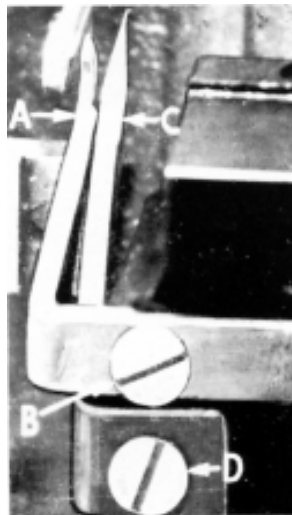

FIG. 6
Set the rear needle guard with its edge (L, Fig. 6) horizontal. Set it so close to the needle that the point of lower looper just touches the needle without deflecting it. Screw (B) is used to set rear needle guard. Make sure there is no interference between rear needle guard and lower looper.
Assemble front needle guard (C, Fig. 6). Set front needle guard as close as possible to needle without touching it, about 0.10mm (.004") distance.
Stellen Sie den hinteren Nadelanschlag mit seiner Kante (L, Fig. 6) waagrecht ein. Stellen Sie ihn so dicht, and die Nadel ein, daß die Spitze des Untergreifers die Nadel gerade noch berührt und nicht mehr ablenkt. Der hintere Nadelanschlag wird mit der Schraube (B) befestigt. Beachten Sie, daß sich hinterer Nadelanschlag und Untergreifer nicht berühren.
Bauen Sie den vorderen Nadelanschlag (C, Fig. 6) ein. Stellen Sie den vorderen Nadelanschlag so dicht wie möglich an die Nadel, ohne daß er diese berührt, etwa 0.10mm Abstand.